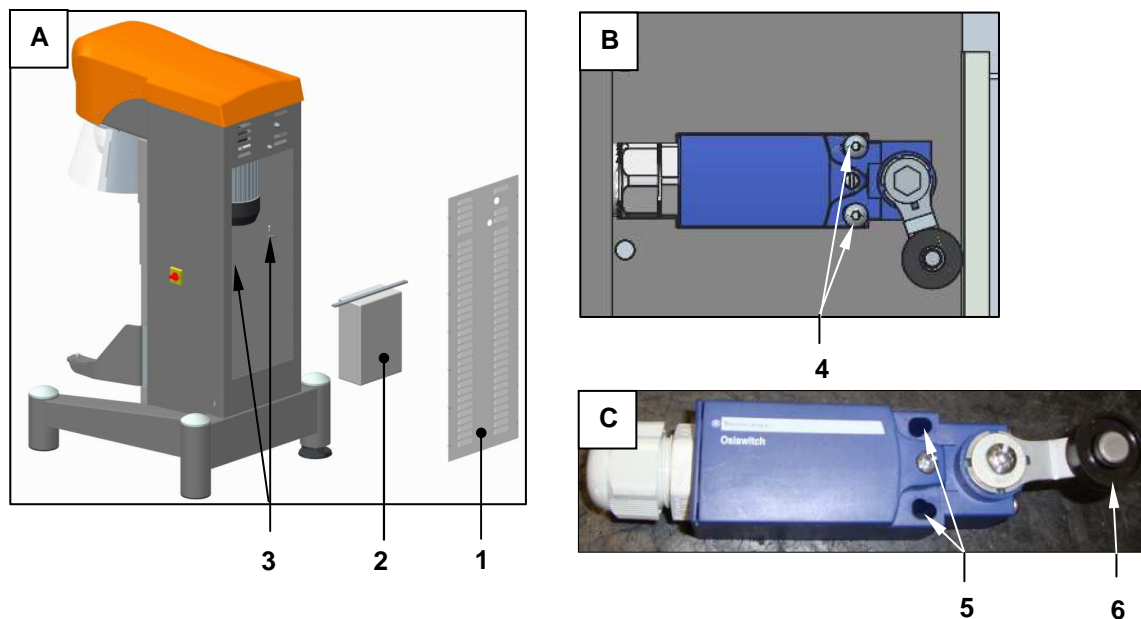

рисунок 27- замена микровыключателя остановки каретки дежи в верхней части
2. Ссылаясь на Рисунок 27 (деталь А) снимите заднюю защитную крышку рис.1, зафиксированную к корпусу оборудования винтами; демонтируйте электрическую коробку рис.2, изъев винты рис.3